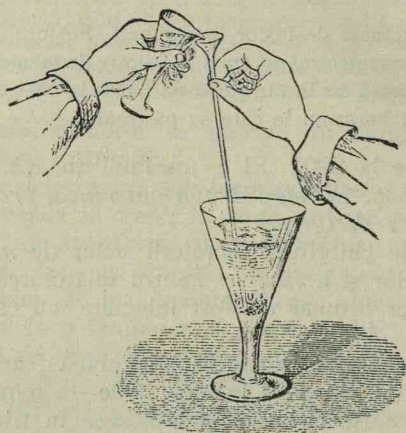

Fig. 124. Arderea fosforului sub apă prin cloratul de potasiu și acidul sulfuric.
**Experiență.** Se pune într'un pahar plin cu apă, fig. 124, o bucățică de fosfor, câteva cristale de clorat de potasiu și se toarnă prin pâlnia lungă puțin acid sulfuric. Acesta formează cu cloratul de potasiu un oxid de clor, care oxidează fosforul și îl aprinde chiar sub apă.